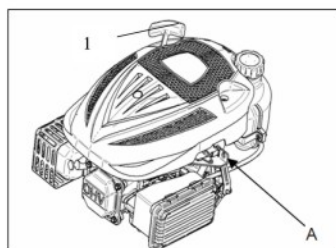

Fig.3
Não permita que a alavanca do motor de arranque (1) se encoste contra o motor. Retorne delicadamente para evitar danos ao motor de arranque. (Fig.3)